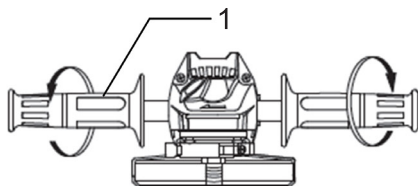

Рис. 6
У моделей AG 1012, AG 1012E, AG 1212E, AG 1412E и AG 1512E дополнительная боковая рукоятка может быть установлена в двух положениях (1) (Рис. 6).